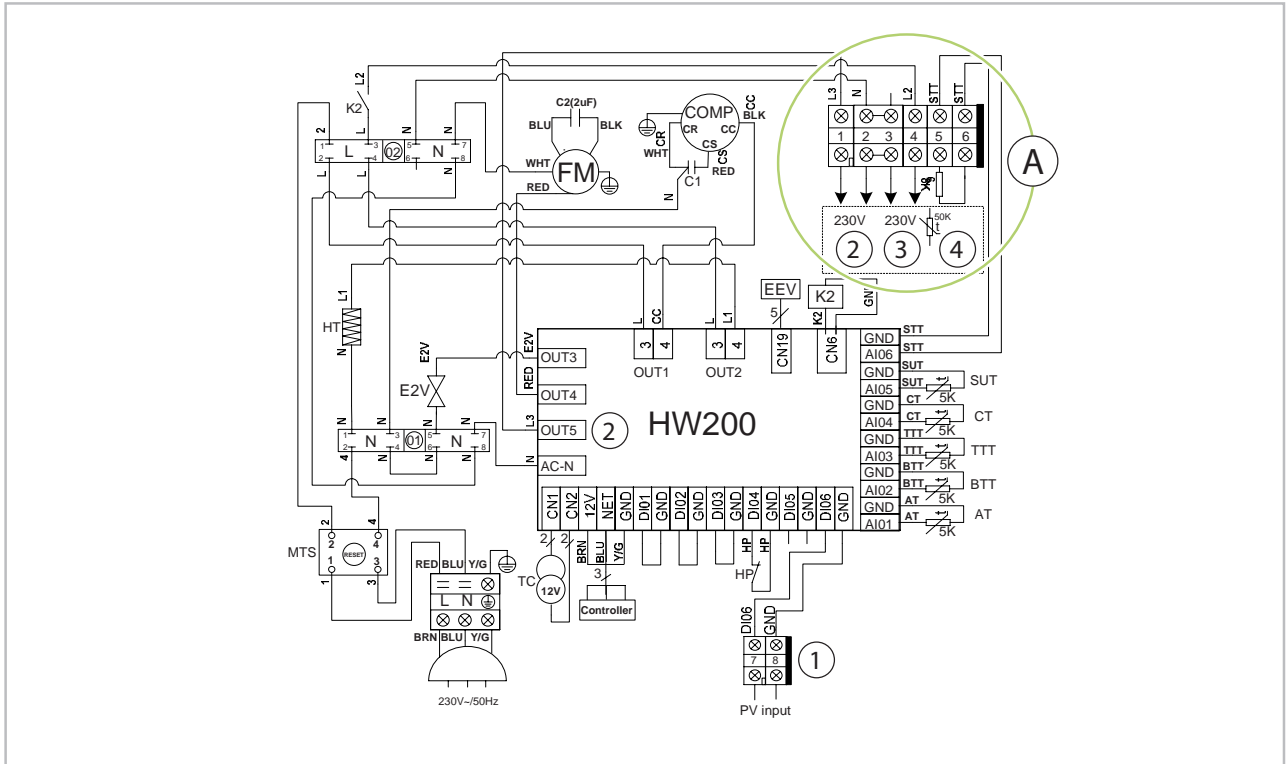

Abb. 40: Elektrisches Schaltschema Brauchwasser-Wärmepumpe mit Solaranbindung
- Zum Betrieb der Wärmepumpe in Verbindung mit max. 7,5 m² solarer Kollektorfläche muss nach Erstellung des hydraulischen Anschlusses noch der im Lieferumfang enthaltene Kollektorfühler angeschlossen werden. Nutzen Sie hierfür den entsprechenden Messpunkt Ihrer Kollektorfläche und schließen Sie den Fühler am Anschluss (Abb. 40) Klemme 4 an. Die Solarkollektorpumpe wird an der Klemmen 2 installiert.
Für den Betrieb der RBW-Brauchwasser Wärmepumpe in Verbindung mit einer Photovoltaik Anlage haben Sie die Möglichkeit den potentialfreien Kontakt (Abb. 40) Klemme 1 zu verwenden.